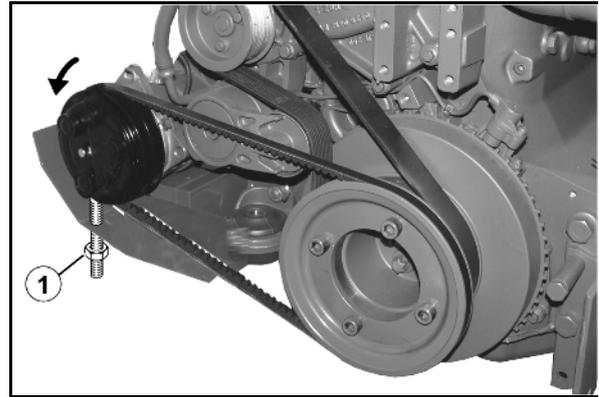

Fig. 176
- **Es ist darauf zu achten, dass der Wagenheber sicher in der Hülse (Fig. 176/1) sitzt.**